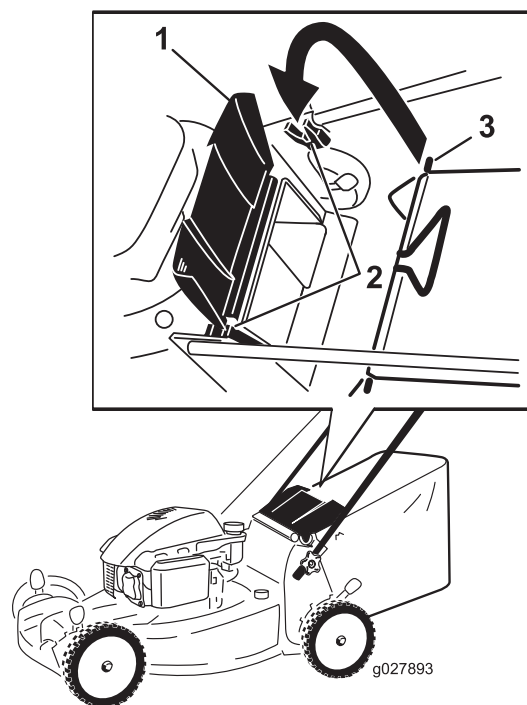

Figure 22
1. Soulevez le déflecteur arrière et maintenez-le dans cette position (Figure 22).
2. Montez le bac à herbe en veillant à placer les ergots dans les crans des supports du guidon (Figure 22).